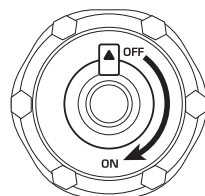

Fig. 3
7. Depois de parar o gerador, deixe-o arrefecer e feche a abertura de ventilação (Fig. 3).